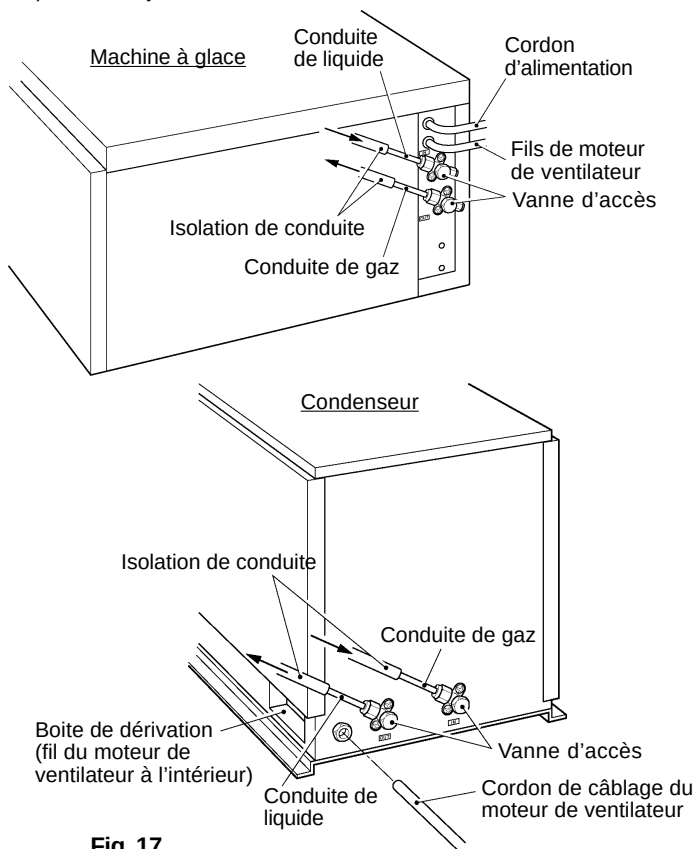

Fig. 17
- 2) Raccordez les câbles du moteur de ventilateur et mettez-les à la terre dans le boîtier de raccordement en utilisant le cordon à trois fils et en vous servant de connecteurs correctement branchés. Voir Fig. 17.